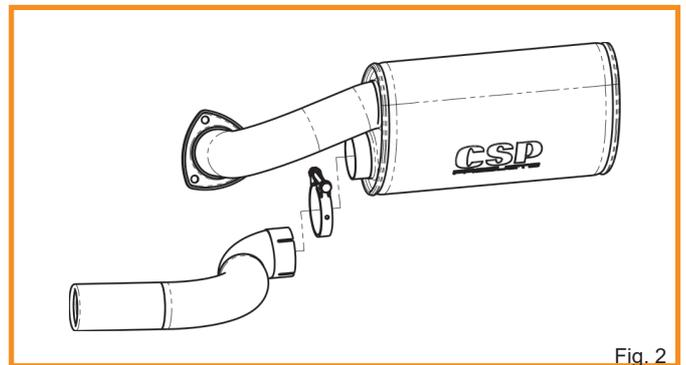

Fig. 2
- Put the band clamp with hole over the tailpipe and push both fully on the muffler sleeve. Rotate the tail pipe on the muffler sleeve to adjust the height as required. (see Fig. 2 & 3)
- Schieben Sie die Schraubschelle mit dem Bohrloch zur Fahrzeugaußenseite über das Bohrloch zur Fahrzeugaußenseite über das neue Endrohr und stecken es vollständig auf den Endschalldämpfer. Nun können sie das Endrohr individuell nach Ihrem Fahrzeug und Geschmack ausrichten. (siehe Fig. 2 & 3)